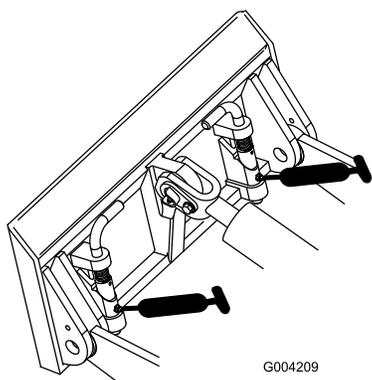

Рисунок 19
4. Присоедините к каждой масленке шприц для нагнетания консистентной смазки (Рисунок 18 и Рисунок 19).